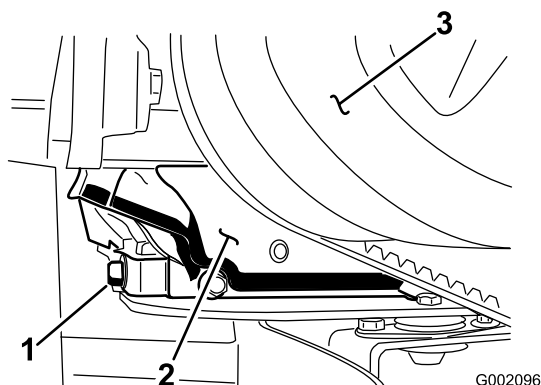

図 38
5. ドレンプラグの下に、容量1.5リットル程度の大きさのオイル受け容器をおく (図 38)。
6. ドレンプラグを抜く (図 38)。